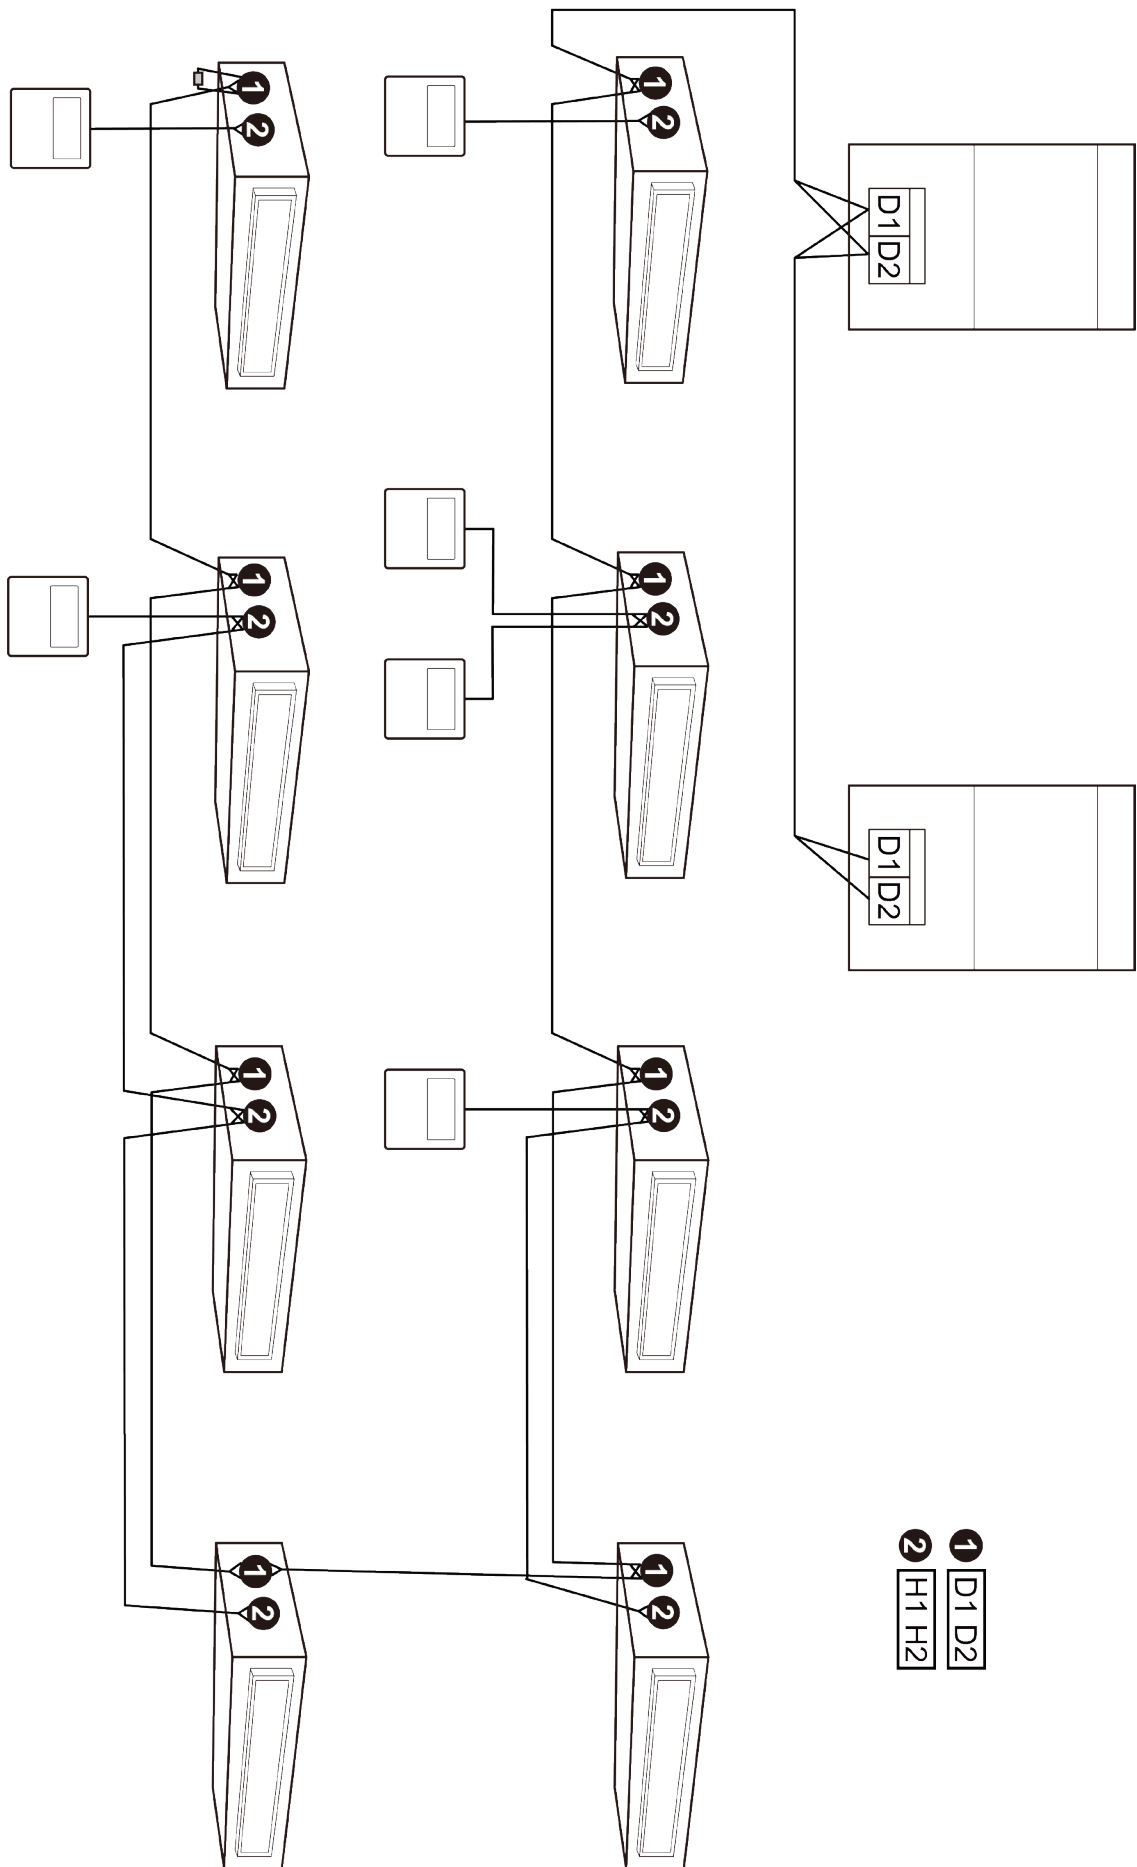

Fig.5.5
- 4 Un contrôleur filaire peut contrôler 16 unités intérieures maximum en même temps. (Comme le montre la Fig.5.5).